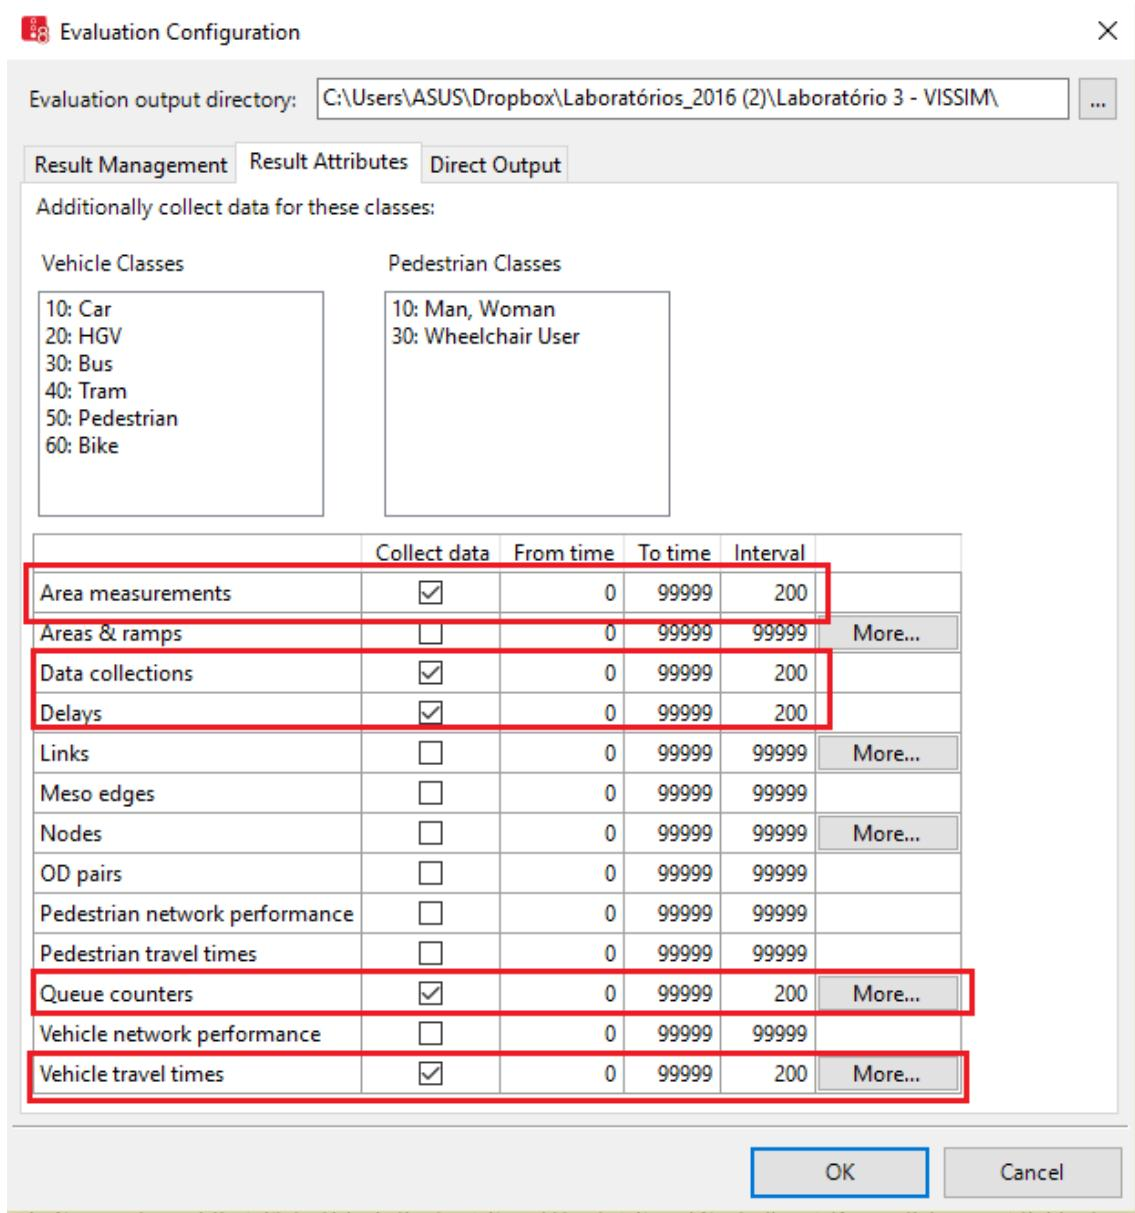

Figura 34
71. Vá em **Evaluation > Configuration**. Selecione as seguintes opções para determinar os intervalos de coleta de dados como na Figura 34: